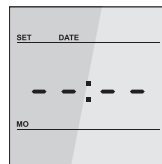

Рис. 2.
2. В случае, если дисплей не начал светиться, нажмите и удерживайте клавиши 2 и 3, до тех пор, пока не появится заставка установки времени и даты «SET DATE» (см. рис. 2.). При каждом отключении прибора от сети необходимо устанавливать время хода часов заново. Как установить текущую дату и время см. раздел «Установка времени и даты» (стр. 9).